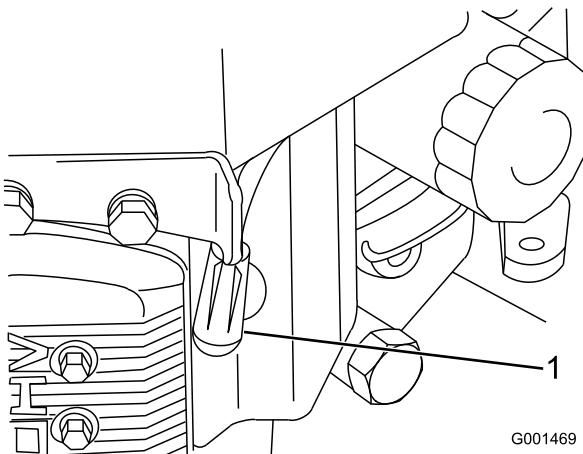

Figura 35
3. Desligue o cabo da vela de ignição (Figura 35).